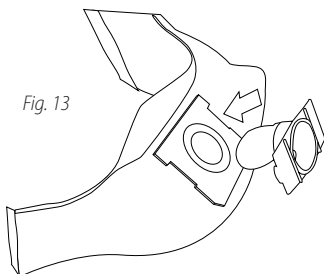

Fig. 13
21. Con la abertura del deflector de entrada mirando hacia el lado izquierdo o derecho de la bolsa de filtro **21**, deslice el collarín de la bolsa de filtro por encima del deflector de manera que las muescas del collarín de la bolsa coincidan con las lengüetas del deflector de entrada. La bolsa sólo encaja correctamente de una manera. **Fig. 13.**